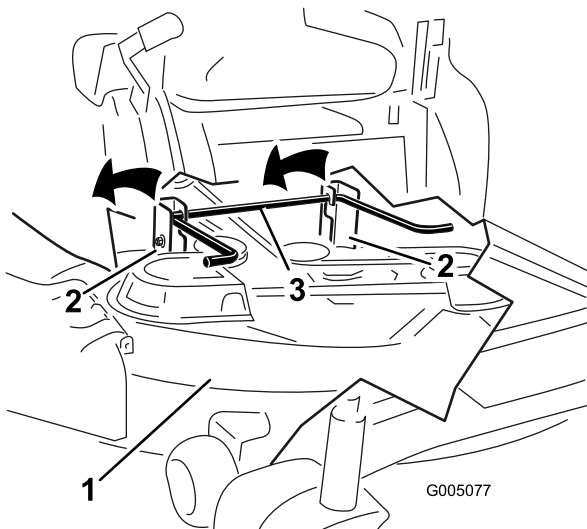

Figura 57
6. Eleve la carcasa de corte y separe ésta y las pletinas de suspensión de la varilla de elevación trasera; luego baje el cortacésped con cuidado al suelo (Figura 57).
5. Eleve la parte trasera de la carcasa de corte y coloque las pletinas de suspensión sobre la varilla de elevación trasera (Figura 57).